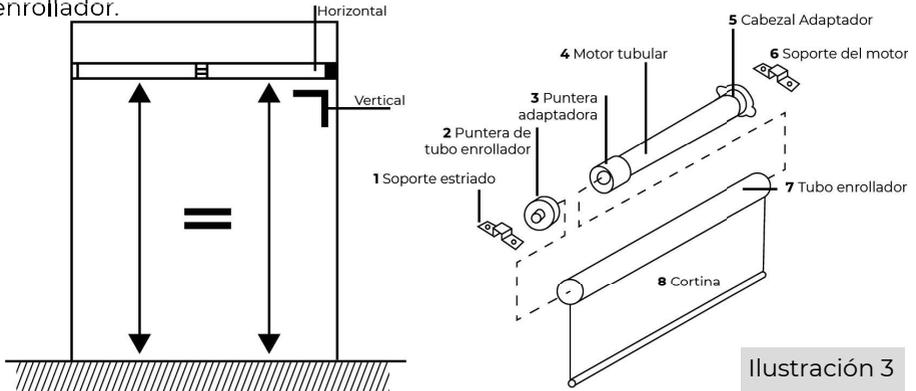

Ilustración 3
- Coloque la PUNTERA DE TUBO ENROLLADOR en el extremo opuesto al motor en el tubo enrollador (2 de ILUSTRACION 3).
- Fije el / los soportes (1 y 6 en la ILUSTRACION 3) en la pared e instale el tubo enrollador.